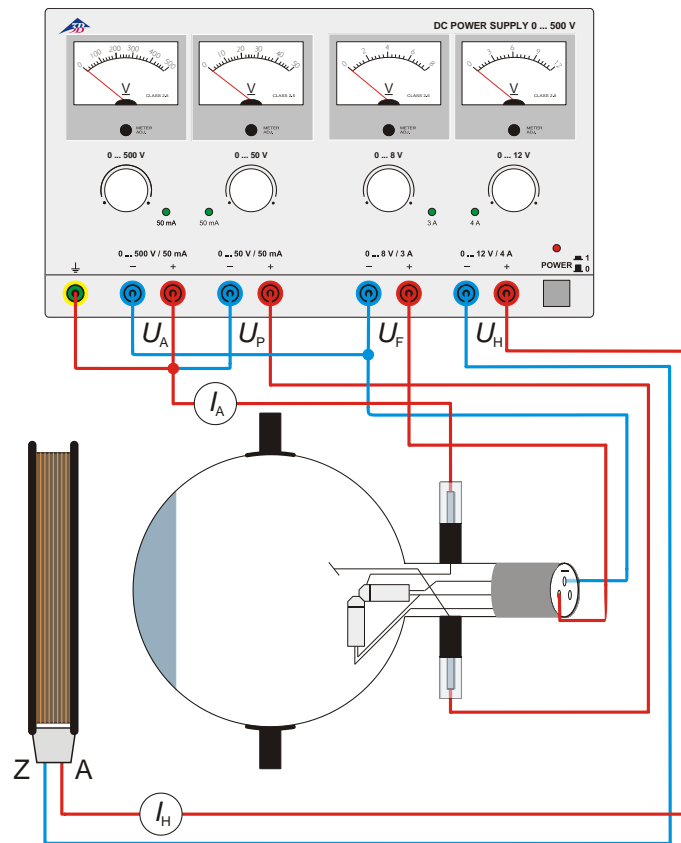

Fig. 6 Effet d'un champ magnétique axial
- Procédez au câblage du tube comme le montre la figure 6.